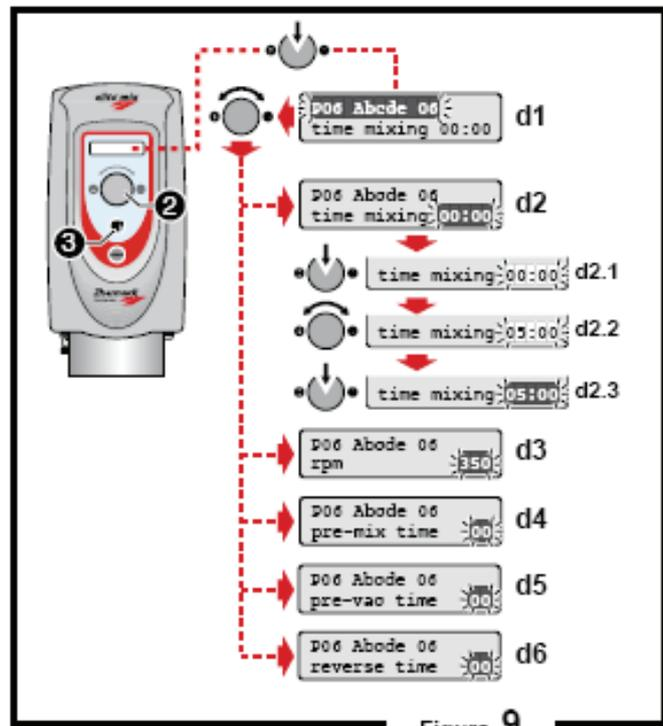

Figura 9
Figura 9: Selecionar o programa e pressionar o botão (2). Com o Nome do Programa piscando atrás do fundo preto (d1), girar o botão (2) para ir ao parâmetro “Tempo de Espatulação” (d2); pressionar o botão (2) para modificar o parâmetro (d2.1); girar o botão para ajustar o valor (d2.2) e pressionar novamente para confirmar (d2.3)...